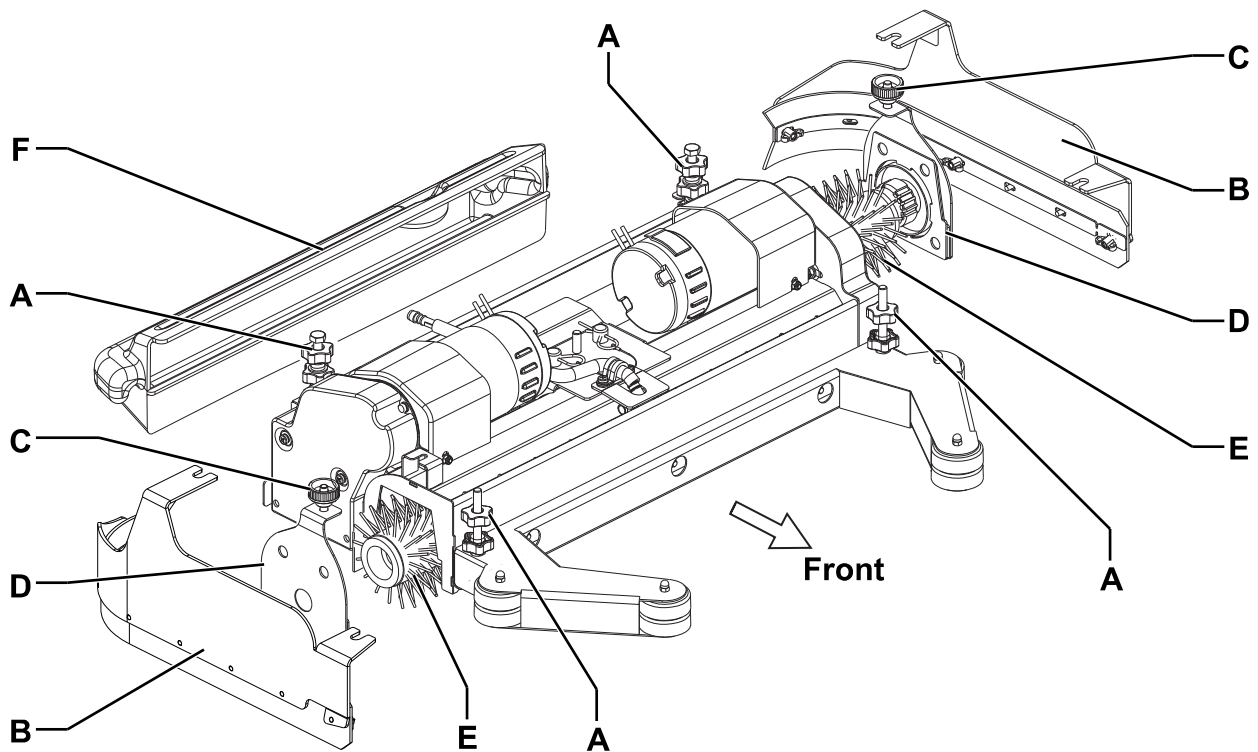

Abbildung 2
2. Kopf durch Betätigen des Schalters (67) anheben.
3. Zündschlüssel (58) in Stellung 0 drehen und abziehen.
4. Auf beiden Geräteseiten Knöpfe (A, Abb. 2) lösen und die seitlichen Schmutzfangklappenaggregate (B) entfernen.
5. Knöpfe (C) aufdrehen und Klappen (D) durch Herunterdrücken der Knöpfe entfernen.
6. Zylinderbürsten (E) einbauen oder Bürsten zur Montage der neuen Bürsten entfernen.